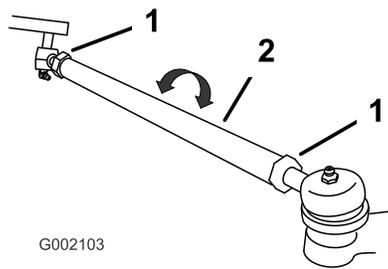

Figura 12
2. Si la medida no está dentro del intervalo especificado (consulte las dimensiones y los parámetros que figuran al principio de este procedimiento), afloje las contratueras en ambos extremos de las bielas (Figura 12).